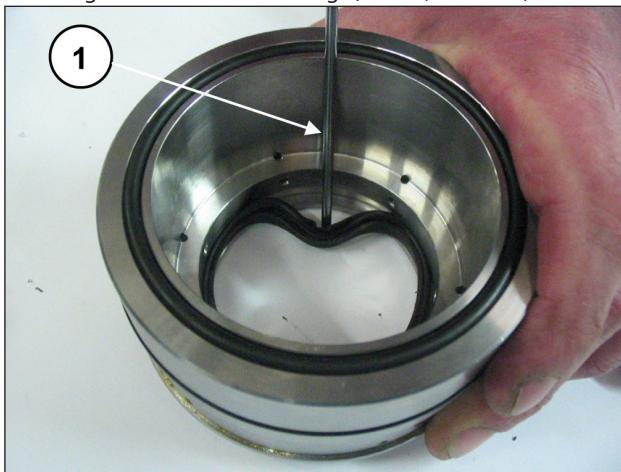

Abb. 168
Zur Abnahme der ND-Dichtung müssen Sie eine Führerlehre oder ein ähnliches Werkzeug verwenden, das den Sitz des Dichtungshalters nicht beschädigt (Pos. ①, Abb. 168).